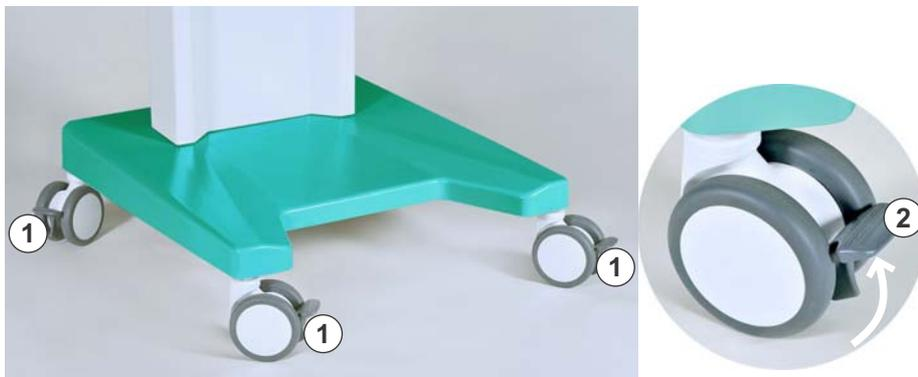

Fig. 3-2 Freni delle ruote
1. Sbloccare i freni di tutte le ruote (Fig. 3-2 , ① ) prima di spostare l'apparecchiatura.